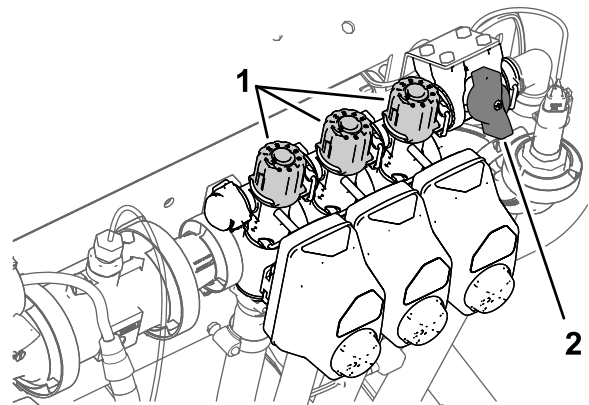

Figure 30
2. Désactivez la section gauche et réglez le bouton de dérivation de section (Figure 30) jusqu'à ce que le débit indiqué corresponde au précédent conformément au tableau.
4. Réglez le bouton de dérivation de la section droite (Figure 30) jusqu'à ce que le débit indiqué corresponde au précédent conformément au tableau.
6. Réglez le bouton de dérivation de la section centrale (Figure 30) jusqu'à ce que le